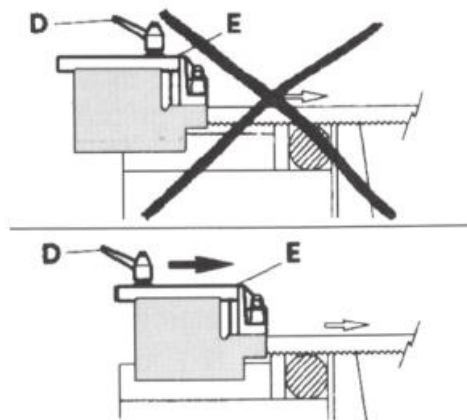

Рис. 2
Пильный станок оснащен направляющими (Е) со встроенной защитой, которые направляют часть полотна, необходимую для выполнения распила, и одновременно защищают неиспользуемую часть полотна. Для того, чтобы выполнить регулировку, просто ослабьте рычаг (D) и переместите направляющую полотна (Е) ближе или дальше по отношению к заготовке, планируемой для распила (как четко показано на рис. 2).
- Ослабьте рычаг D (рис.2) и переместите направляющие полотна E до упора по направлению стрелки на рис. 2.